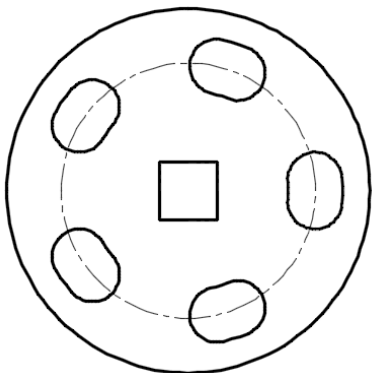

图 3-47 完成环形阵列后的图形效果
- 6) 在“关闭”面板中单击“关闭阵列”按钮, 完成环形阵列的效果如图 3-47 所示。